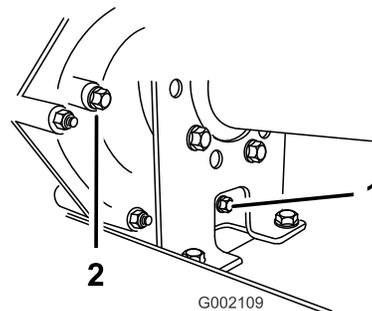
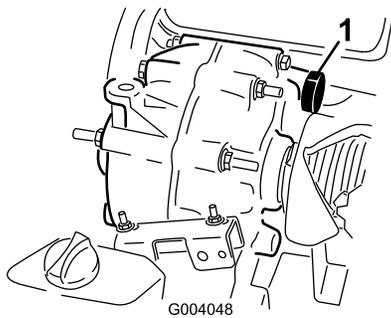

Figura 62
Figura 63
2. Limpie la zona alrededor de los tapones de vaciado y llenado con un trapo (Figura 62).
4. Retire el indicador girándolo en sentido antihorario (Figura 62).
5. Retire el indicador girándolo en sentido antihorario (Figura 62).
6. Instale y apriete el tapón de vaciado y la junta en el orificio de llenado de la transmisión (Figura 62).
7. Llene el depósito (Figura 63) a través del orificio de llenado con aproximadamente 1,4 litros de fluido del tipo especificado, hasta que el nivel de fluido de la transmisión esté enrasado con el borde inferior de la rosca. (Figura 62).
8. Instale y apriete el tapón y la junta en el orificio de llenado de la transmisión (Figura 62).
10. Compruebe el nivel de fluido y añada más si el nivel de fluido está por debajo de las roscas del orificio de llenado (Figura 62).